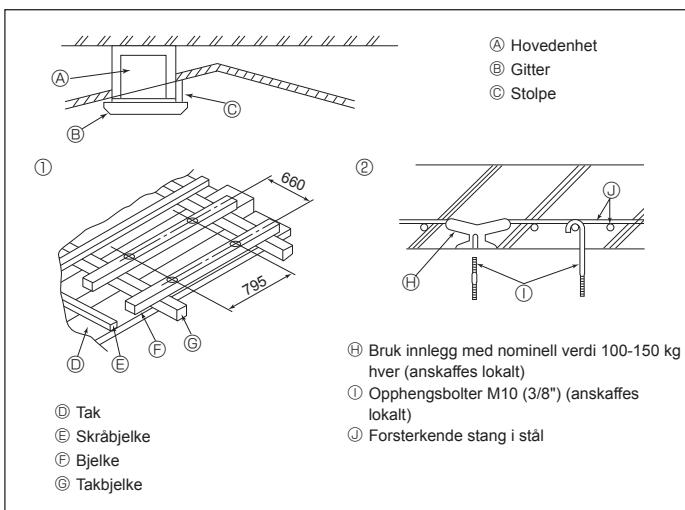

Fig. 3-5
3.5. Opphangsstruktur (gi opphangsstedet en sterk struktur) (Fig. 3-5)